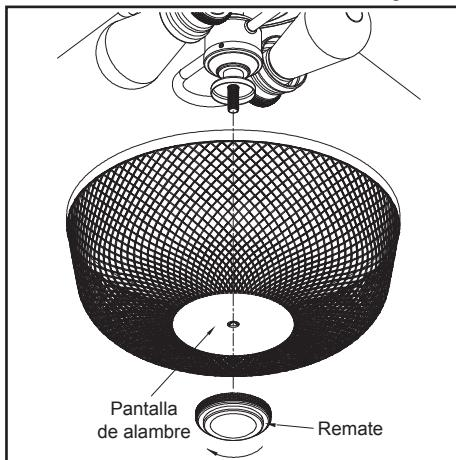

Figura 18
6. Quita el remate de la boquilla rosada del conjunto del soporte del kit de luces. Coloca la pantalla de alambre sobre la boquilla rosada. Reinstala correctamente el remate en la boquilla rosada. (Figura 18)